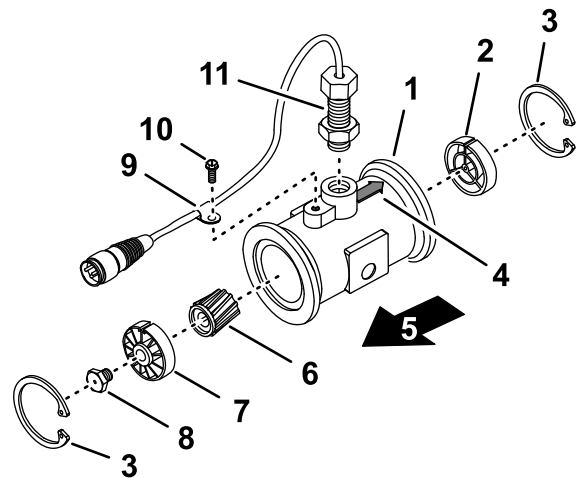

Bild 116
3. Entfernen Sie den Haltering an der vorgeschalteten Seite (Bild 116).